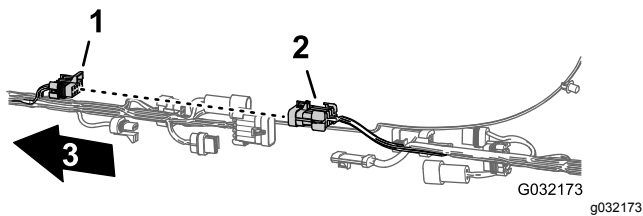
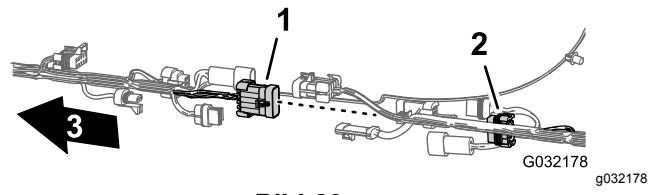

Bild 15
Bild 20
2. Ziehen Sie die sechs Steckerpaare zwischen dem vorderen und hinteren Kabelbaum ab, wie in Bild 15 bis Bild 20 abgebildet.